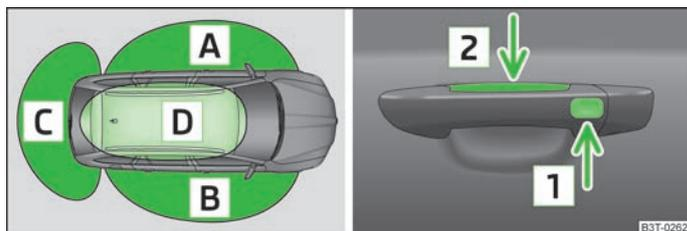

Fig. 15 KESSY: definizione dei settori e sbloccaggio / bloccaggio della vettura
- Sensore sul lato esterno della maniglia della porta anteriore **1** » fig. 15 - serve per bloccare il veicolo,
- Sensore sul lato interno della maniglia della porta anteriore **2** » fig. 15 - serve per sbloccare il veicolo.
Se nel settore **A** o » fig. 15 **B** della vettura è presente una chiave con comando a distanza valida, è possibile sbloccare la porta di questo settore della vettura, nella cui serratura si trova la chiave. Quindi se la chiave si trova nel settore **A** è possibile sbloccare la porta della vettura mediante la maniglia anteriore sinistra. Se la chiave valida si trova nel settore **C** è possibile sbloccare il portellone.
- Afferrare la maniglia della porta anteriore oppure coprire il sensore **2**, con tutto il palmo della mano; la vettura si sblocca.» fig. 15 Se durante lo sbloccaggio il sensore **2** e contemporaneamente il sensore **1** sono coperti, il veicolo non viene sbloccato.
Dopo aver bloccato il veicolo con il sensore **[1]** » fig. 15 per 2 secondi non è possibile sbloccare il veicolo con il sensore **[2]**. In questo modo è possibile verificare se il veicolo è bloccato tirando la maniglia.
- Nello sbloccare e bloccare la vettura con l'ausilio dei sensori **[1]** o » fig. 15 **[2]** non utilizzare mai guanti o altri oggetti che possano impedire il contatto diretto della mano con il sensore.
Se dopo aver bloccato e chiuso tutte le porte, incluso il portellone, la chiave con cui è stato bloccato il veicolo rimane nel settore **[D]** » fig. 15 del veicolo, si attiva la protezione contro la chiusura involontaria della chiave nel veicolo e il veicolo si sblocca.
Se il veicolo non viene sbloccato entro 60 secondi, i sensori **[1]** » fig. 15 e **[2]** nella maniglia della porta passeggero anteriore vengono automaticamente disattivati.
- Sbloccaggio della porta del conducente mediante il sensore **[2]** » fig. 15,
Se la vettura non viene sbloccata entro 90 secondi, i sensori **1** » fig. 15 e **2** nella maniglia della porta conducente vengono automaticamente disattivati. Per una nuova attivazione deve essere soddisfatta una delle seguenti condizioni:
Se durante il bloccaggio del veicolo si tiene il dito sul sensore **1** per oltre 2 secondi, i finestrini aperti e il tetto scorrevole panoramico, se aperto, vengono chiusi.» fig. 15 Se si rilascia il sensore **1** la procedura di chiusura viene immediatamente interrotta. Se si tocca nuovamente il sensore **1** la procedura di chiusura dei finestrini e del tetto scorrevole panoramico riprende.